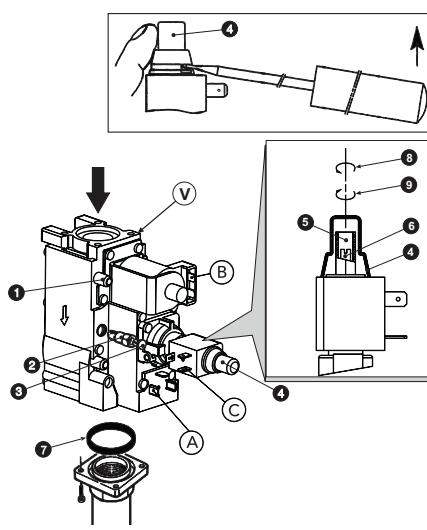

fig. 4 - Transformation du gaz d'alimentation
Les opérations de réglage de la pression se font chaudière en marche et agissant sur le régulateur de pression installé sur les vannes gaz à 2 étages (voir fig. 4)
3. Retirer le couvercle de protection du régulateur de pression 4, fig. 4.
1. Tourner lentement la manette du thermostat de réglage dans le sens des aiguilles d'une montre jusqu'au 1er clic ; la vanne de gaz sera alimentée uniquement sur les connexions A et B (voir fig. 4).
2. Agir sur la vis 6, fig. 4 en s'assurant que la pression correspond aux valeurs de la table des données techniques, sez. 5.3.
1. Tourner la manette du thermostat de réglage sur la valeur maxi ; la vanne de gaz sera alimentée sur les connexions A, B et C (voir fig. 4).
2. Agir sur la vis 5, fig. 4 en s'assurant que la pression correspond aux valeurs de la table des données techniques, sez. 5.3.
2. Retirer le bouchon de la vanne de gaz 3 (fig. 4), visser sur la vanne le régulateur "STEP" d'allumage 2 contenu dans le kit de transformation et remettre le bouchon 3 sur le régulateur.
Effectuer les opérations ci-dessus en ayant soin de retirer le régulateur "STEP" d'allumage 2 de fig. 4 de la vanne de gaz; le bouchon 3 fig. 4 doit être monté directement sur la vanne.